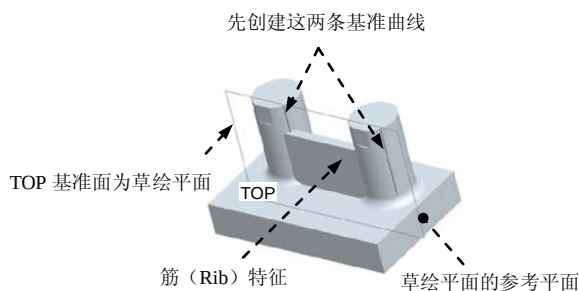
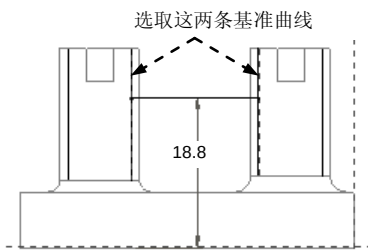
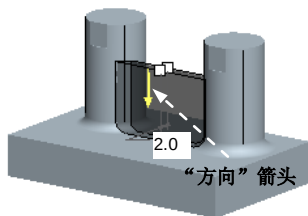

图 3.3.30 筋特征
图 3.3.32 截面图形
图 3.3.33 定义加材料的方向
在下面的练习中，先创建基准曲线，然后借助于该基准曲线创建图 3.3.30 所示的筋肋，（Rib）特征，操作步骤如下：
Step3. 创建筋特征。选择 **模型** 功能选项卡 **工程** 区域中  节点下的  轮廓筋 命令；在绘图区中右击，从快捷菜单中选择 **定义内部草绘** 命令。设置 TOP 基准平面为草绘面，图 3.3.30 所示的模型表面为参考面，方向 **右**；选取图 3.3.32 所示的基准曲线为草绘参考，绘制如图 3.3.32 所示的草绘截面；加材料的方向如图 3.3.33 所示；筋的厚度值为 2。